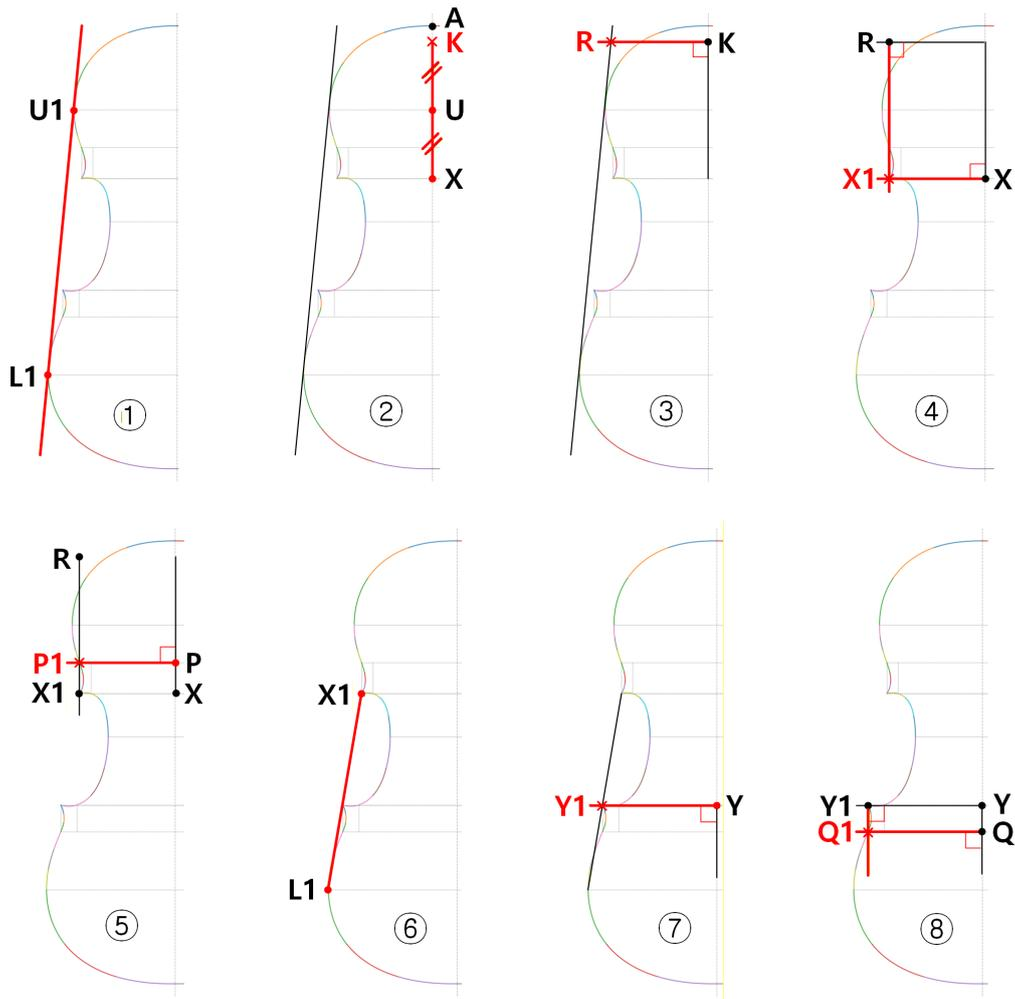

Figure 10: 코너와 코너 연결점의 위치 결정 방법 (Method of H.I.S.)
[Auto (Method of H.I.S)] 를 선택하면 코너(및 코너 연결점)의 폭이 자동으로 계산되며, [Use My Value] 를 선택하면 사용자가 직접 입력한 값(Area (B) 의 13,14,15,16번 항목)을 사용하게 됩니다. 아래는 [Auto (Method of H.I.S)]의 계산 원리입니다. - Figure 10 -